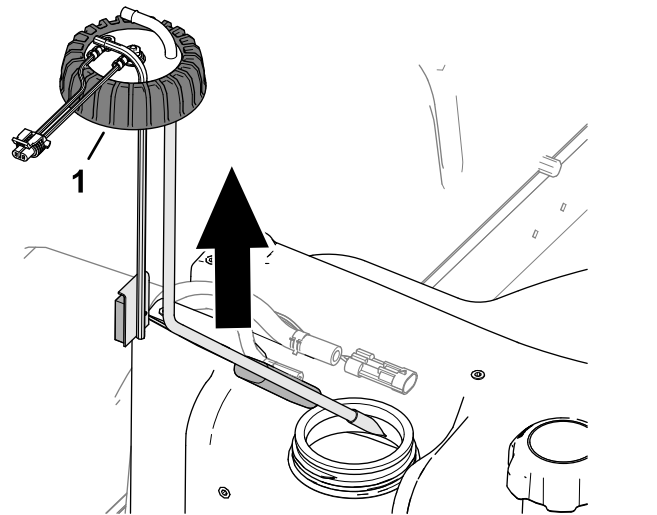

Figure 121
5. Desserrez le chapeau du transmetteur de niveau de carburant (Figure 121).